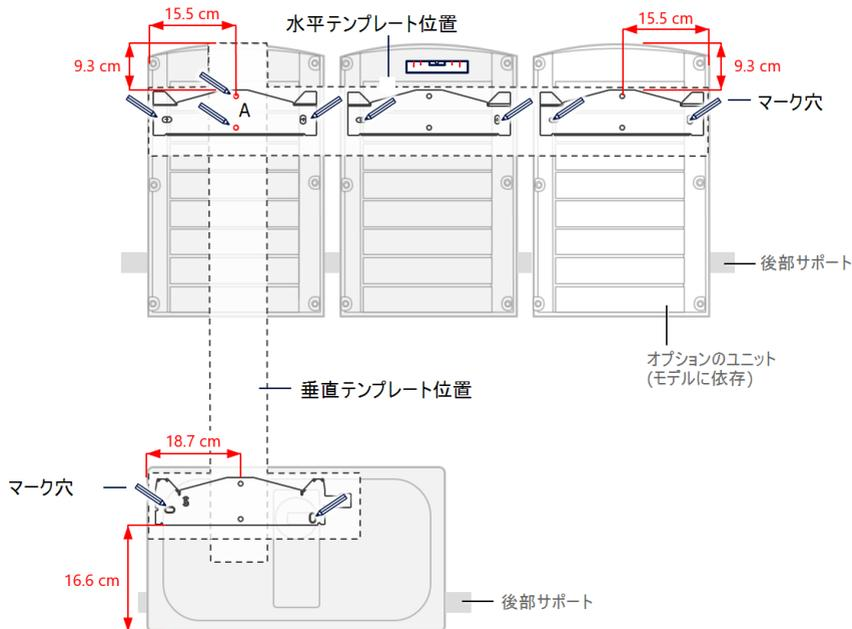

図 12: 穴あけ位置にマークを付ける
フレーム柱またはレールの上にパワーコンディショナを設置するときには、シナジーマネージャーとシナジーユニットの下方の裏側に背面サポートを加えることによって不安定な設置を避けてください(図 12を参照)。
- 壁に対して取り付けテンプレートを水平にし、シナジーユニットのブラケット用に穴をあける位置にマークをしてください(図 12の鉛筆アイコンを参照)。